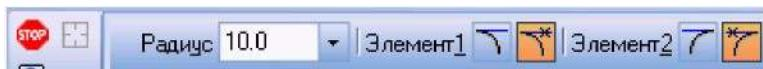

Рис. 2.3. - Переключатели *Панели свойств*
2) в **Панели свойств** в соответствующем поле задать радиус сопряжения, задать соответствующие переключатели **Усекать** или **Не усекать** элементы 1 или 2 (рис. 2.3);